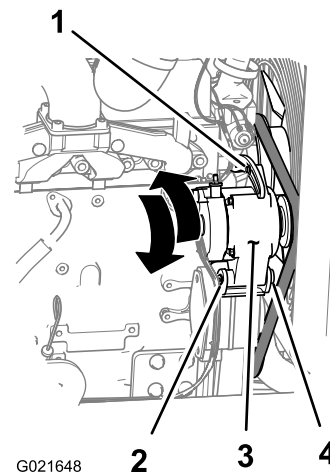

Figura 148
3. Solte o parafuso e a porca no ponto de articulação do alternador (Figura 148).
4. Afrouxe o parafuso de ajuste no alternador (Figura 148).
5. Para aumentar a tensão da correia, afaste o alternador do motor para reduzir a tensão da correia, aproxime o alternador do motor (Figura 148).
6. Aperte o parafuso de ajuste do alternador (Figura 148).
8. Se a tensão da correia estiver correta, aperte a porca e o parafuso no ponto de articulação do alternador (Figura 148); caso contrário, repita os procedimentos 4 a 7.